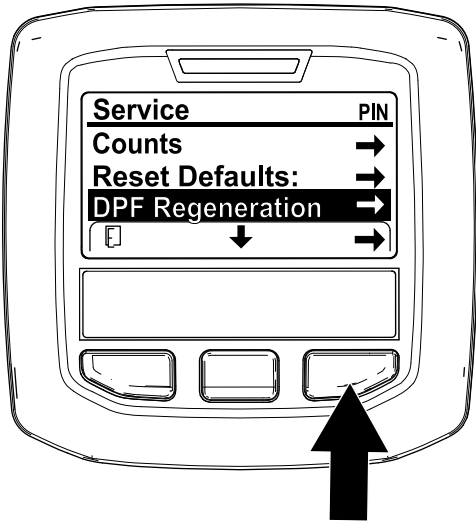

Figura 58
1. Vaya al menú Mantenimiento, y pulse el botón central para desplazarse hacia abajo a la opción REGENERACIÓN DEL DPF (Figura 58).
2. Pulse el botón derecho para seleccionar la opción Regeneración del DPF (Figura 58).